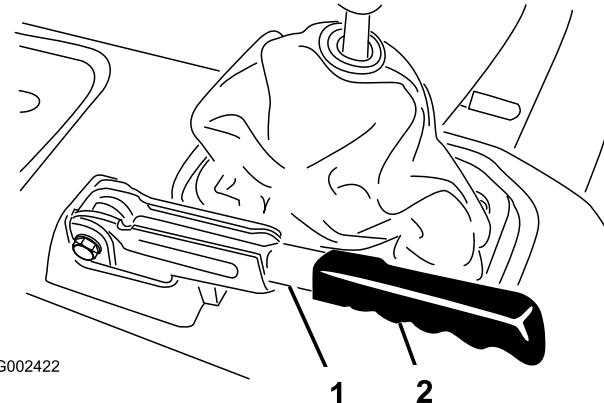

Figura 67
1. Togliete l'impugnatura di gomma dalla leva del freno di stazionamento (Figura 67).